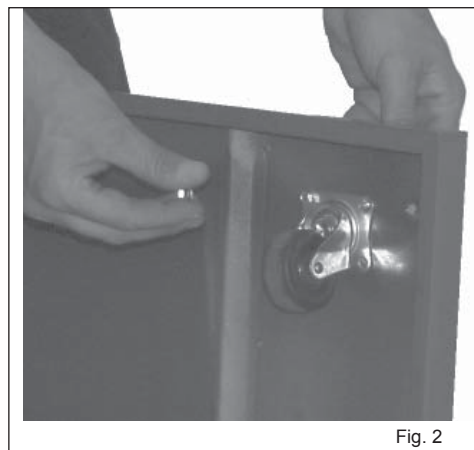

Fig. 2
1. Placer les galets dans les quatre angles au-dessous de l'embase rectangulaire à l'aide des vis et des écrous avec les rondelles correspondantes. Pour chaque angle de support de chaque galet, insérer dessus une vis à travers la rondelle d'abord dans l'embase et ensuite dans le support de chaque galet. Serrer l'écrou à l'aide d'une clé appropriée et d'un tournevis. Exécuter à nouveau l'opération même pour les autres galets. Les deux galets directionnels doivent être placés sur le côté des sacs opposé au moteur (**Fig. 2**).